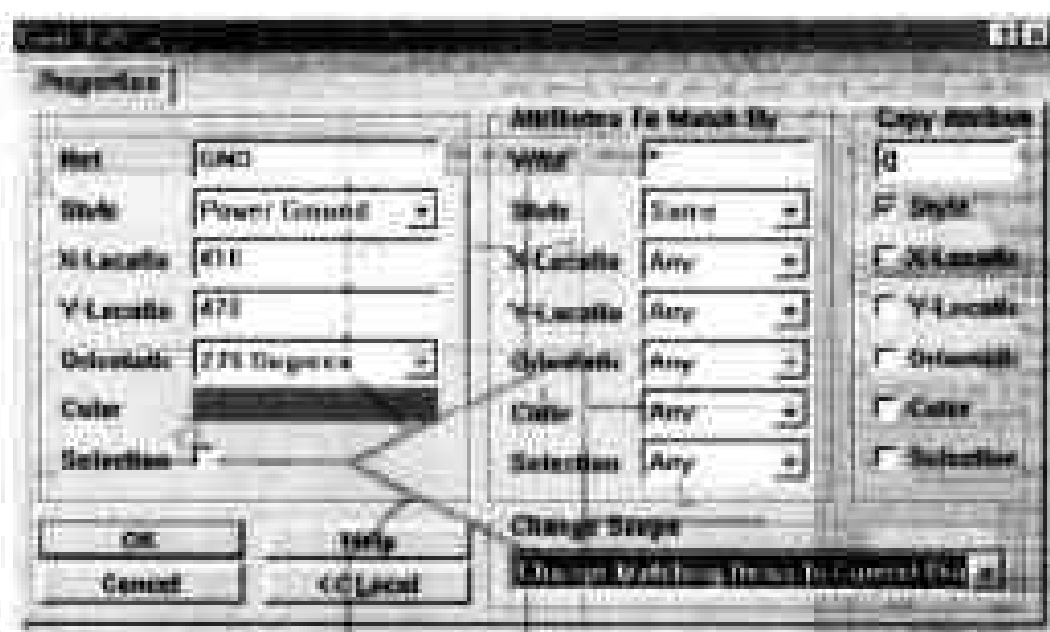
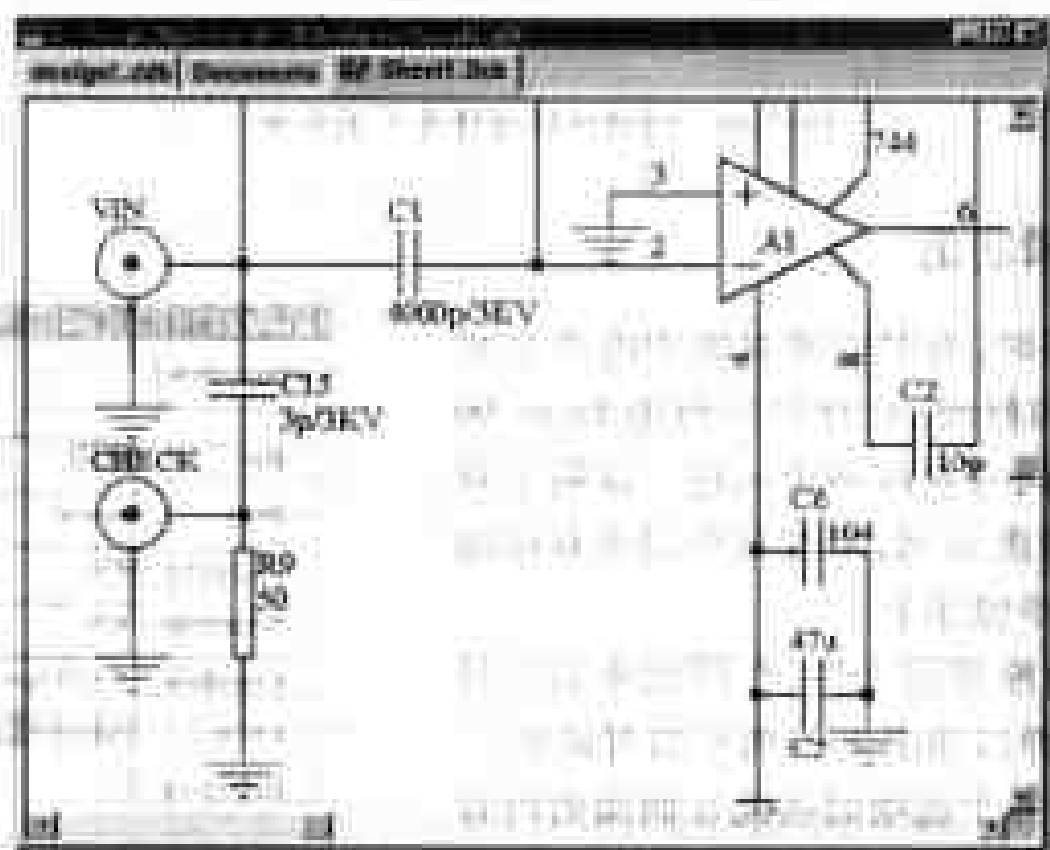

图 3-50 设置整体编辑属性的对话框
图 3-51 整体更改接地符号后的效果
(3) 在对话框底部单击 Global >> 命令按钮,打开对话框的隐藏部分,如图 3-50 所示。
(4) 在如图 3-50 所示的对话框中,单击 Attributes To Match By 选区中的 Style 下拉列表框,在弹出的下拉列表中选择 Same,对所选元件的这个属性进行整体编辑。
(5) 在 Copy Attributes 选区中单击 Style 复选框,改变其他相同元件的这一属性。
(6) 单击 Change Scope 下拉列表框,在弹出的下拉列表中选择 Change Matching Items In Current Document,对当前原理图文件中具有相同尺寸的节点进行相同的变换。
(7) 在对话框中设置了各个属性更改匹配选项之后,单击 OK 命令按钮,对原理图中的所有节点符号的形状进行更改,得到如图 3-51 所示的效果。为了能看清更改后的接地符号形状,图 3-51 中只给出了放大后的原理图的局部。